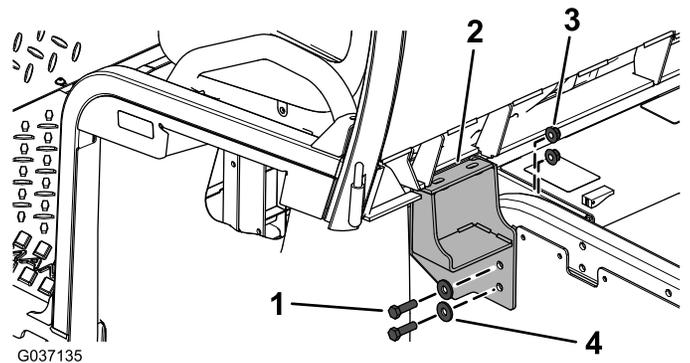

Bild 7
- Befestigen Sie die linke und rechte Kabinenstütze lose mit Sechskantschrauben (3/8" x 1 1/4"), Unterlegscheiben (3/8") und Bundmuttern (3/8") mit der Maschine, wie in Bild 7 dargestellt.
7. Ziehen Sie die linken und rechten Kabinenstützen fest und ziehen Sie die Schrauben mit 58 N·m an, wie in Bild 7 abgebildet.